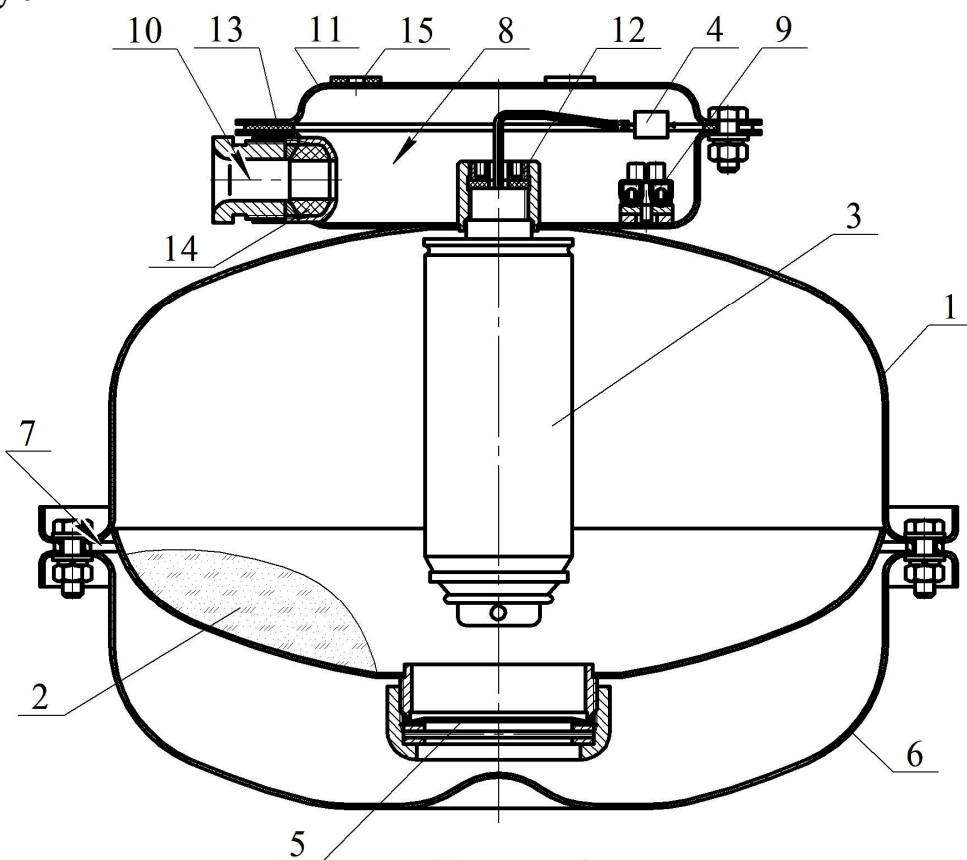

Рисунок 1
1.4.1.1 МПП (см. рисунок 1) состоит из корпуса **1**, в котором размещаются огнетушащий порошок (ОП) **2** и источник холодного газа (ИХГ) **3** с элементом электропусковым **4**. Сопловое отверстие для выхода ОП из корпуса перекрыто мембраной **5**. Со стороны соплового отверстия корпус **1** соединен с отражателем **6**. Насадок-распылитель **7** для выхода ОП представляет щелевой зазор между корпусом **1** отражателем **6**.
После подачи электрического импульса на выводы элемента электропускового 4 ИХГ 3 (см. рисунок 1) генерирует газ, который вдушивает ОП 2 и создает давление внутри корпуса МПП для вскрытия мембраны 5 и выброса через насадок-распылитель 7 струи ОП в зону горения.
2.1.3 Через резиновые прокладки **15** (см. рисунок 1) закрепить кронштейн **11** (см. рисунок 1) на потолке, стене, полу или иной несущей поверхности. Координаты отверстий в кронштейне, предназначенном для крепления МПП, показаны на рисунке 3.
2.1.4 Через резиновую прокладку **13** (см. рисунок 1) состыковать МПП с кронштейном и закрепить соединение гайками.